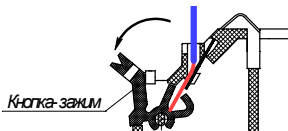

Рисунок 2
3.3 Закрепить розетку V2 в месте установки извещателя в соответствии с проектом и подключить к ней провода ШС, соблюдая полярность. В качестве ШС использовать монтажный провод с медной жилой сечением от 0,12 до 1,5 мм2. Кнопки-зажимы контактов 3 и 4 (маркировка контактов выполнена на контактной группе) предназначены для подключения «-» ШС. В состоянии поставки кнопки-зажимы находятся в отжатом положении, освобождая каналы для ввода проводов (см.рисунок 2) Подключение проводов ШС проводить в следующей последовательности: